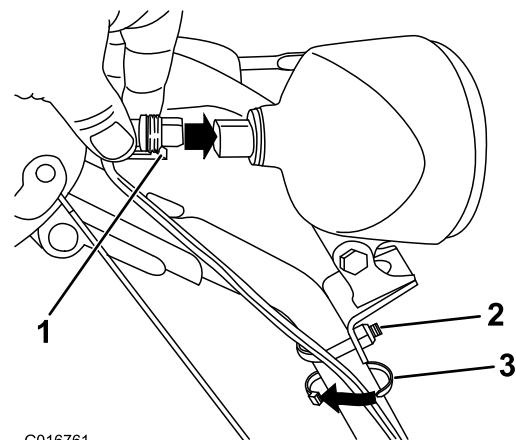

Figura 18
1. Inserite direttamente nel retro del faro il connettore situato sull'estremità allentata del cavo, finché non è saldo (Figura 18).
Nota: L'attacco in plastica sul connettore del cavo deve trovarsi in fondo (Figura 18).
2. Fissate una fascetta per cavi (dal sacchetto delle parti sciolte) attorno al filo e alla stegola, circa 2,5 cm sotto il bullone ad U (Figura 18).